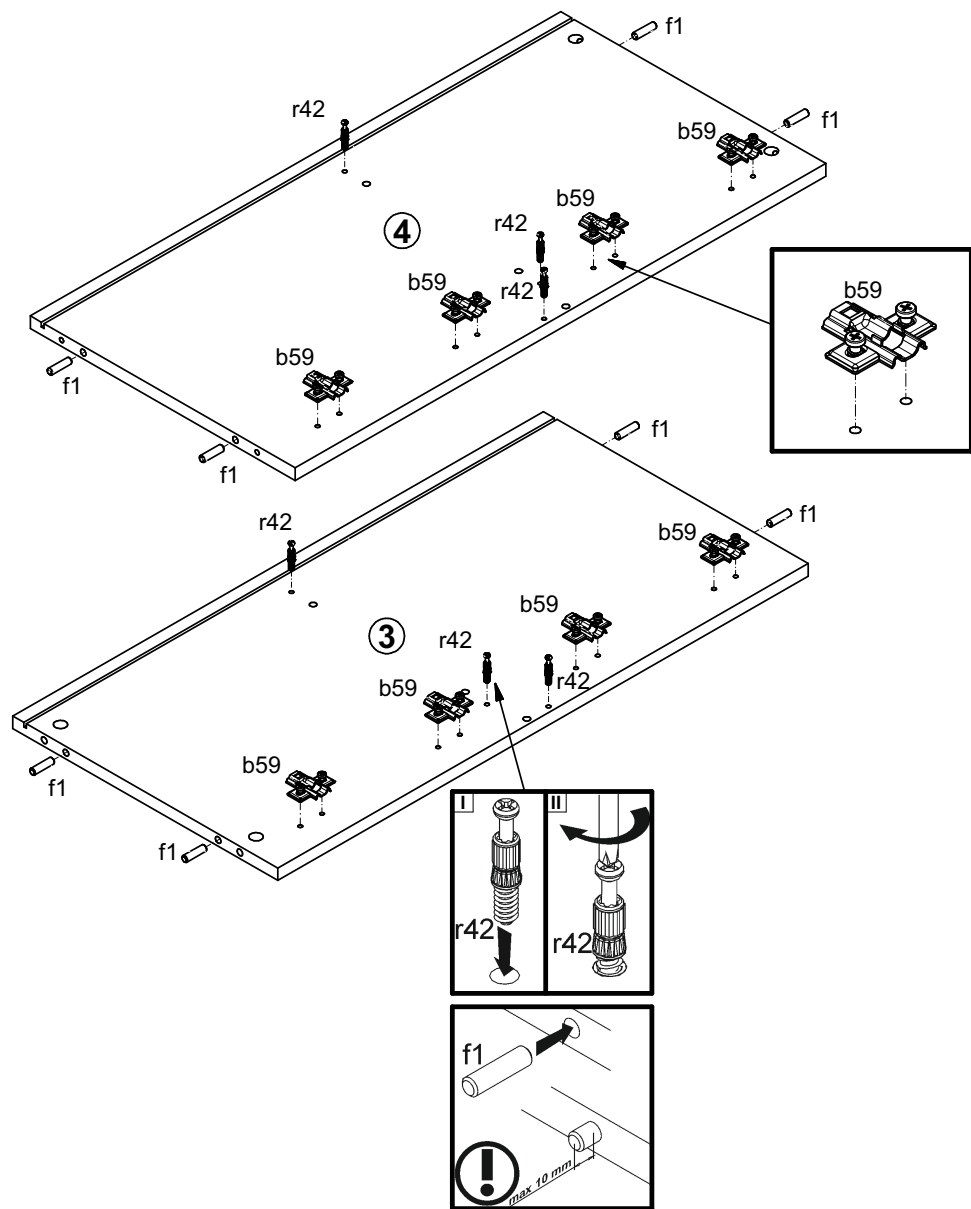

Рисунок 2
4.2 В отверстия $\varnothing 8$ мм на верхних и нижних краях стенок боковых 3 и 4, стенки средней 5 и в торцах планки декоративной рифленой 9 вбить деревянные шканты f1 (см. рис. 2,3).
4.6. В отверстия $\varnothing 4$ мм на внутренней поверхности стенок боковых 3,4 прикрутить ответные планки петель b59 (см. рис. 2).